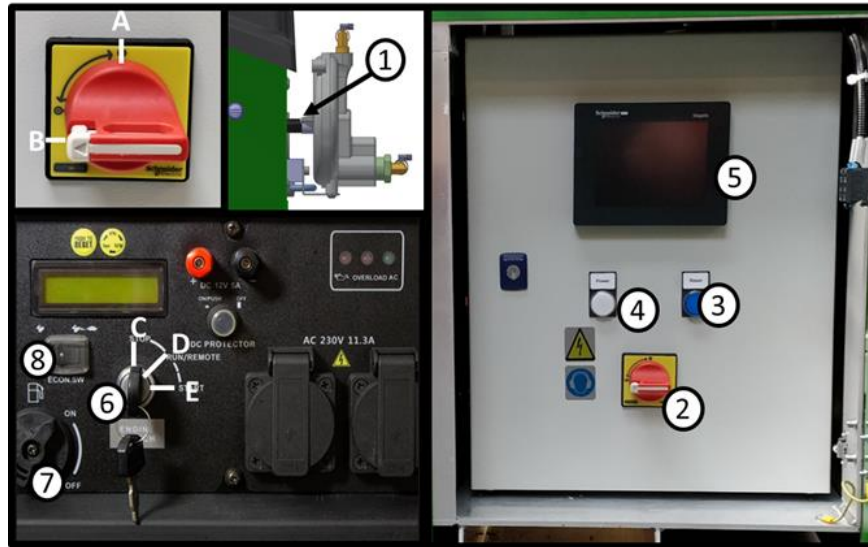
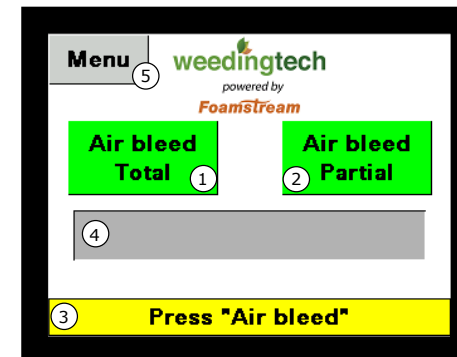
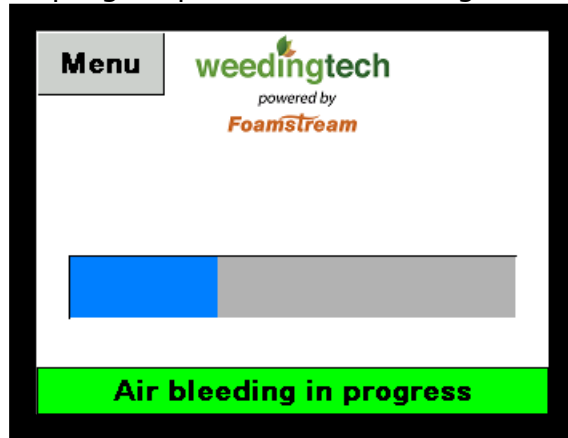

Figure 3 - Interface utilisateur M600
Figure 4 - Écran de démarrage de l'API
Figure 5 - Écran de purge de l'API
- Tourner l'interrupteur (élément 7 dans la Figure 3) en position **OFF**.
- ✓ Appuyer et maintenir le bouton d'amorçage sur le régulateur (élément 1 dans la Figure 3)
- ✓ Tourner l'interrupteur de carburant en position **OFF** sur le générateur (élément 7 dans la Figure 3)
- ✓ Démarrer le générateur en tournant la clé (élément 6 dans la Figure 3) dans le sens des aiguilles d'une montre soit en :
- ✓ Tourner l'interrupteur d'isolation (élément 2 dans la Figure 3) en position **A**, l'écran de l'API (élément 5 dans la Figure 3) devrait s'allumer
- ✓ Appuyer sur le bouton **RESET (RÉINITIALISATION)** (bouton bleu, élément 3 dans la Figure 3), le voyant **FAULT (ERREUR)** s'éteint et vous devriez voir l'écran représenté dans la Figure 4.
- ✓ Attendre quelques secondes avant de demander une purge d'air : boutons **1** ou **2** dans la Figure 4.
- ✓ Une fois que le bouton **1** ou **2** de la Figure 4 est pressé, l'écran de purge représenté dans la Figure 5 apparaîtra.